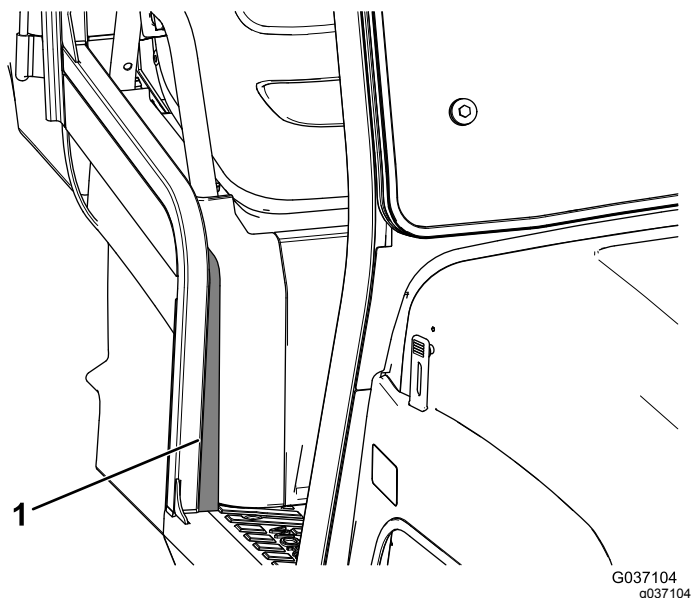

Рисунок 16
12. Удалите защитный слой с самоклеящейся поверхности уплотнителя из пеноматериала и приклейте уплотнитель к правой стороне машины Рисунок 16.